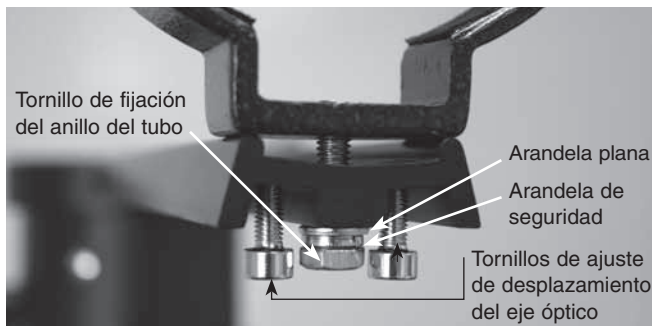

Figura 3. Placa de montaje del anillo de tubo.
- Coloque los anillos de montaje del tubo en la placa de montaje del anillo del tubo con los tornillos que vienen con los anillos del tubo. Los tornillos deben ir a través de los agujeros centrales de los extremos de la placa de montaje y, a su vez, enroscados en los anillos del tubo. Tenga en cuenta que el lado de la placa de montaje con la "ranura" central estará orientado hacia arriba (**figura 3**). Utilice una llave pequeña para fijar los anillos del tubo a la placa de montaje.
extienda hacia arriba a través de la superficie superior de la placa de montaje del anillo de tubo. Si la placa de montaje del anillo del tubo viene con los tornillos de desplazamiento del eje óptico instalados al revés, invierta su orientación antes de continuar (**Figura 3**).